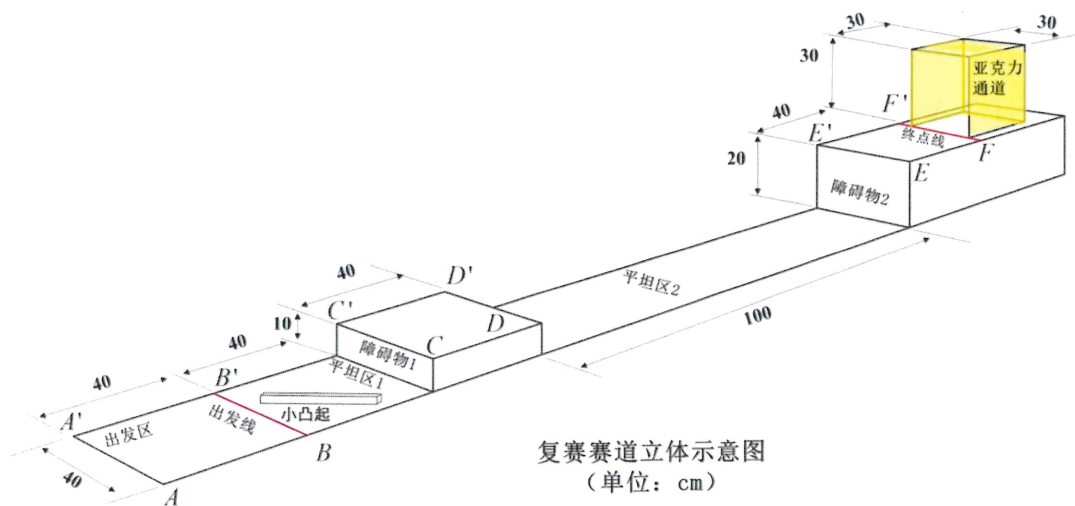

图 4 复赛赛道立体示意图
(1) 赛道：赛道由各分赛区承办单位统一提供。赛道尺寸如图 4 所示：平坦区 1 上有一个固定的木质长方体（ $2\text{cm} \times 2\text{cm} \times 30\text{cm}$ ），沿平坦区 1 的对角线居中放置，表面没有贴纸；障碍物 1 高 10cm，障碍物 2 高 20cm。
(2) 通道：终点线 FF' 后面设一个通道，采用透明亚克力材质制作。通道长宽高均为 30cm，亚克力厚度小于 1cm，通道后侧有挡板。